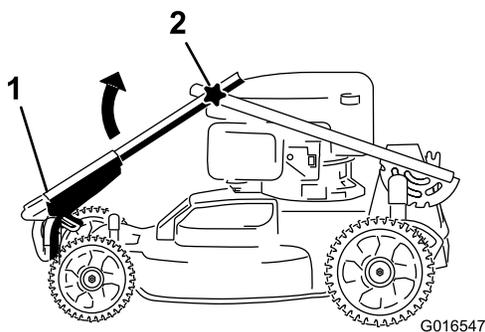

Рисунок 3
1. Поверните верхнюю рукоятку, чтобы она сложилась вместе с нижней рукояткой (Рисунок 3), и затяните обе ручки на рукоятке, чтобы зафиксировать верхнюю рукоятку на месте (Рисунок 4).